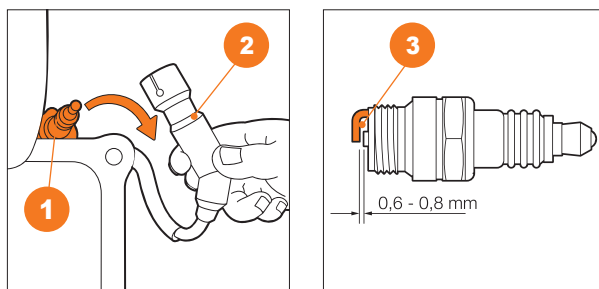

Рис. 24
- Установите наконечник свечи зажигания (Рис. 24).